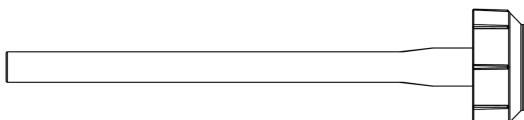

Figura 3: Dispozitiv de încărcare
• **Dispozitiv de încărcare (figura 3)**